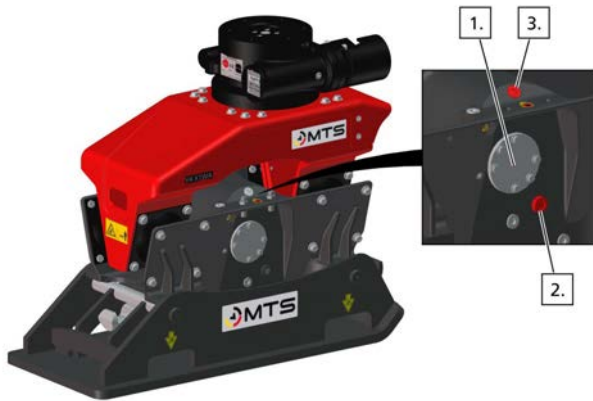

Abbildung 19: Ölstand kontrollieren/nachfüllen
- MTS-Anbauverdichter (WA) eben und waagrecht auf tragfähigem Untergrund abstellen.
- Anhand des in der Erregereinheit integrierten Öl-Schauglas Pos. 2 (siehe Abbildung 19, Seite 18) den Ölstand kontrollieren.
- Zum Öl nachfüllen die Öleinfüllschraube Pos. 3 (siehe Abbildung 19, Seite 18) aus der Erregereinheit herausdrehen.
- Öleinfüllschraube Pos.3 (siehe Abbildung 19, Seite 18) mit einem neuen Kupferdichtring einschrauben und festziehen.
- MTS-Anbauverdichter (WA) reinigen.